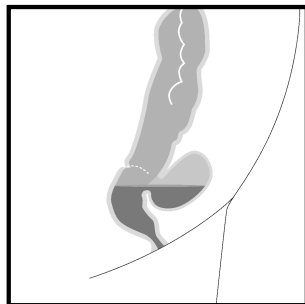

Fig. 1
3. Mål lekkasjehulen (lengde og diameter) visuelt ved hjelp av endoskopet for å bestemme tampongens lengde og diameter. Størrelsen på tampongen bør velges slik at den bare ligger i lekkasjehulen, men ikke berører intakt slimhinne. Etter måling fjernes endoskopet (Fig. 1).